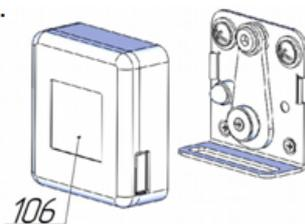
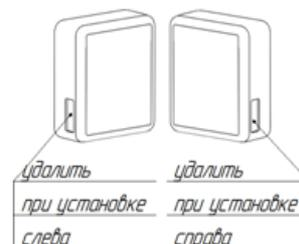

Рис.11.1
Рис.11.2
19. Опробовать работу механизма после сборки изделия. Поднять раму кровати в вертикальное положение, нажать на раму в области механизма фиксации поз.105 до щелчка. Механизм должен защёлкнуться и надёжно удерживать раму в этом положении. При повторном нажатии до упора в области расположения механизма поз.105, рама должна перейти в приоткрытое положение. В случае отсутствия срабатывания механизма, проверить правильность стыковки узла, присоединённого к раме и узла присоединённого к коробу. Проверить и при необходимости повторить регулировки в соответствии с п.17 и п.23 данной инструкции. Повторить проверку работоспособности. После успешного завершения регулировок нажатием удалить заглушку бокового отверстия на кожухе поз.106с надписью «правый», если механизм фиксации поз.105 установлен на правой боковине короба (рис.11.2). Соответственно, удалить заглушку с надписью «левый», если механизм на левой боковине короба. Надеть на механизм фиксации поз.105кожух поз.106 (рис.11.1).